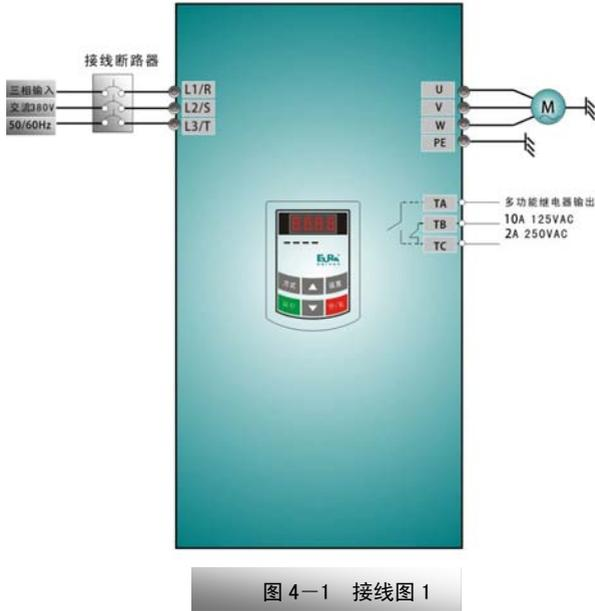

图 4-1 接线图 1
- (1) 按图 4-1 配线，检查接线正确后，合上空气开关，变频器上电；
- (2) 按方式键，进入编程菜单；
- (3) 若将 F137 设为 3，需要进行电机定子电阻参数测量，F137≠3 时，直接操作第 4 步；
(1) 按图 4-1 配线, 检查接线正确后, 合上空气开关, 变频器上电;
(2) 按方式键, 进入编程菜单;
(3) 进行电机参数测量; 操作步骤与例 1 完全相同。
(4) 设置变频器的功能参数: